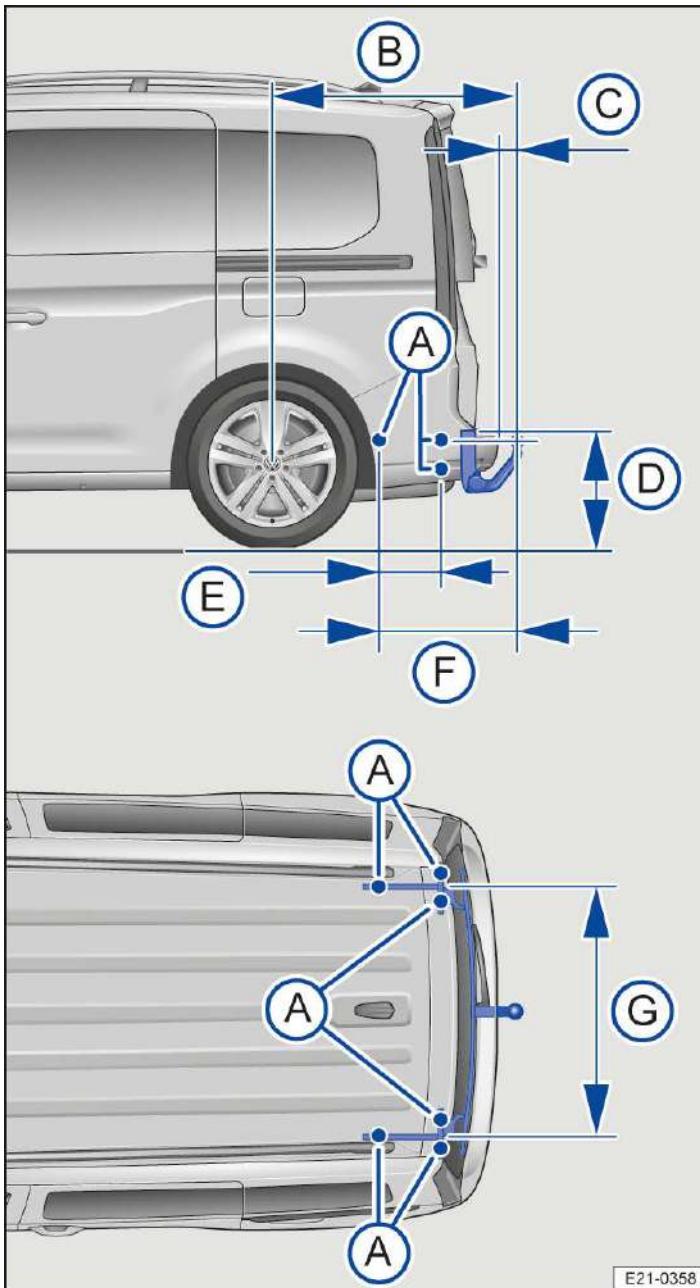

Abb. 1 Maße und Befestigungspunkte zum Nachrüsten einer Anhängervorrichtung.
7. Schlossabdeckung → Abb. 1 (7) schließen.
Die Abstandsmaße sind beim nachträglichen Einbau einer Anhängervorrichtung in jedem Fall einzuhalten → *Abb. 1*. Das kleinere angegebene Maß von der Mitte der Anhängerkupplung bis zur Fahrbahn Ⓓ darf auf keinen Fall unterschritten werden. Die Werte beziehen sich auf das maximal beladene Fahrzeug einschließlich der maximalen Stützlast.